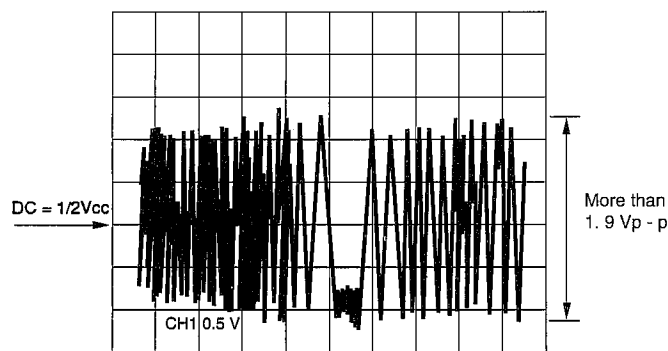

Figure 23-2
- 1: When the play mode APSS button is pressed, adjustment of tracking error balance. (Tracking servo off) Adjust so as to obtain symmetric waveform (Figure 23-2.) when DC is 1/2Vcc. After adjustment APSS button is pressed. (Tracking servo ON)
- *1: Wenn im Wiedergabemodus die APSS ◀◀-Taste gedrückt wird, kann die Einstellung der Abtastfehlerbalance durchgeführt werden. (Abtast-Servo OFF) so einstellen, daß summetrische Wellenform erhalten wird (Abb. 23-2), wenn Gleichspannung 1/2Vcc beträgt. Nach der Einstellung die APSS ◀◀-Taste drücken. (Abtast-Servo ON)
- *1: Lorsque l'on appuie, en mode lecture, sur la touche APSS ◀◀, on peut régler la balance d'erreur d'alignement. (Asservissement d'alignement arrêt) Effectuer le réglage de façon à obtenir une forme d'onde symétrique (Fig. 23-2.) lorsque la tension CC est de 1/2Vcc. Le réglage une fois terminé, appuyer sur la touche APSS ◀◀. (Asservissement d'alignement marche)